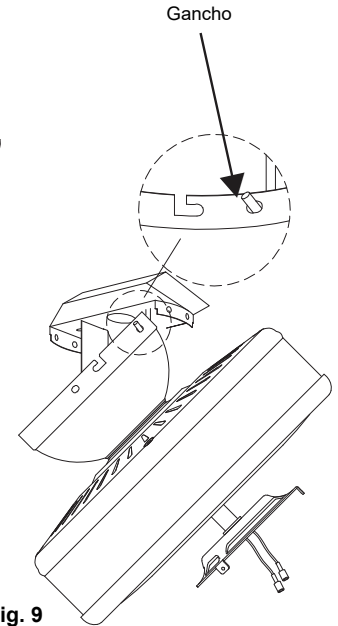

Fig. 9
Paso 6. Cuelgue el ventilador del gancho del soporte colgante. Asegúrese de que el escudete esté trabado en el gancho tal como se muestra en la **Fig. 9**. Esto le permitirá hacer las conexiones eléctricas.